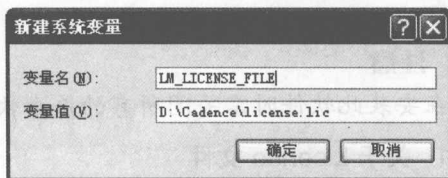

图1-4 【新建系统变量】窗口
(5) 在【系统变量】栏单击 **新建(N)** 按钮，出现【新建系统变量】窗口，输入系统变量，如图 1-4 所示。
(6) 单击 **确定** 按钮，关闭打开的所有窗口，然后将“License.lic”文件复制到“D:\Cadence”目录下。